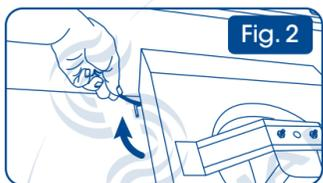

Fig. 2
1. Girar el damper, tapando la salida del aire frontal. (Fig. 2)